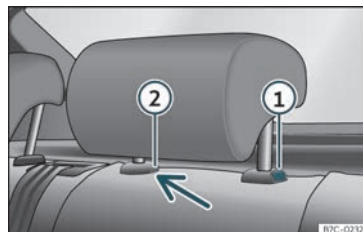

Fig. 108 Repousacabezas traseiro: desmontaxe.
- Prema a tecla»» fig. 108 ①, apertando á vez polo orificio do seguro ② cun desaparafusador plano de máximo 5 mm de anchura e retire o repousacabezas.